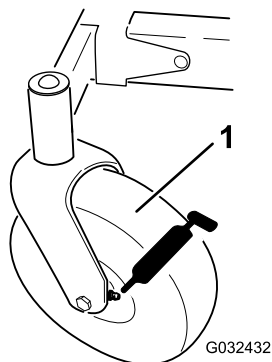
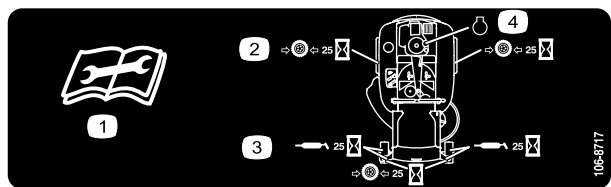

Figura 29
Figura 30
3. Limpie con un trapo los puntos de engrase (Figura 29 y Figura 30).
4. Conecte una pistola de engrasar a cada punto de engrase (Figura 29 y Figura 30).